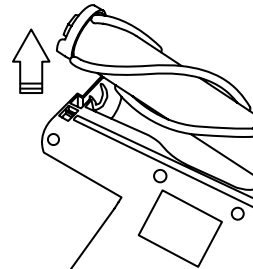

рис. 4
4. Извлеките роллер из щетки. (рис. 4)